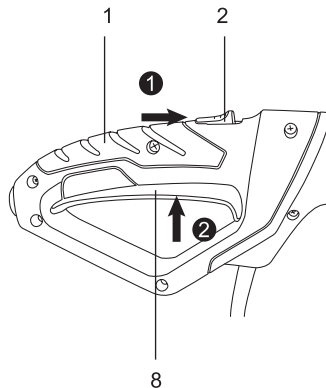

Fig. 24
1. Asegúrese de que la cadena (14) no esté en contacto con ningún objeto antes de poner en marcha el producto.
2. Agarre el producto con ambas manos, con la mano izquierda en la superficie de empuñadura (9) y la derecha sujetando la empuñadura trasera (1). No ponga en marcha el producto mientras lo sujeta con una sola mano.
3. Pulse el botón de desbloqueo (2) hacia adelante con el pulgar derecho; a continuación, pulse a fondo el interruptor de encendido/apagado (8) con el índice y manténgalo en esta posición. (Fig. 24)